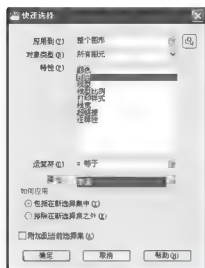
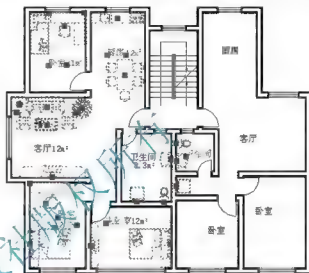

图 1.28 【快速选择】对话框
图 1.29 快速选择“家具”图层上的对象
- 如图 1.28 所示，在【特性】列表框中选中【图层】选项，指定将要按照图层选择对象。
(5) 在【值】下拉列表选中【家具】选项, 指定将要选择“家具”图层上的对象。
(6) 选中【包括在新选择集中】单选按钮, 指定只选择“家具”图层上的对象; 如果选中【排除在新选择集之外】单选按钮, 则指定除“家具”图层上的对象外, 其他图层上的对象均将被选中。
(7) 单击【确定】按钮关闭对话框, 所有家具图层上的对象均被选中, 如图 1.29 所示。